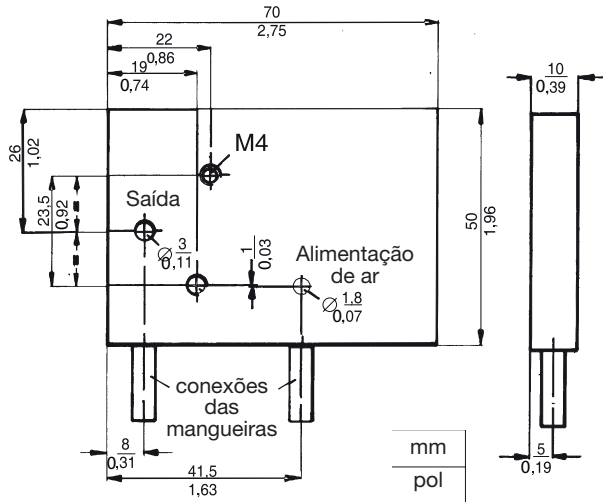
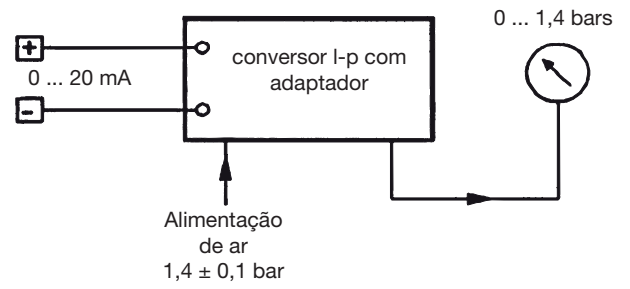

Fig. 26: Adaptador de teste para o conversor I-p
Fig. 27: Circuito de teste para o conversor I-p
É necessário um adaptador para verificar e ajustar o conversor I-p, o que você mesmo pode fazer, conforme mostra a Fig. 26.
- Conecte o conversor I-p ao adaptador (Fig. 26) e realize a fiação como mostra a Fig. 27.